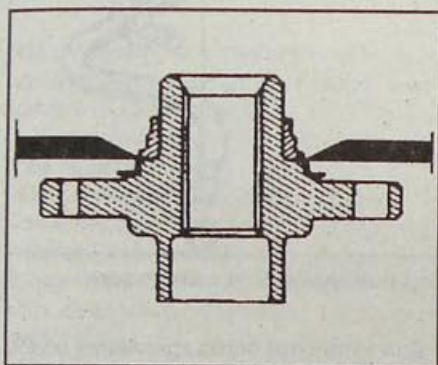

Рис. 10.19. Установка захватов съемника для снятия внутреннего кольца подшипника со ступицы переднего колеса
- Съемником с захватами и приспособлением Rou. 15-01 снимите внутреннее кольцо подшипника со ступицы (рис. 10.19).